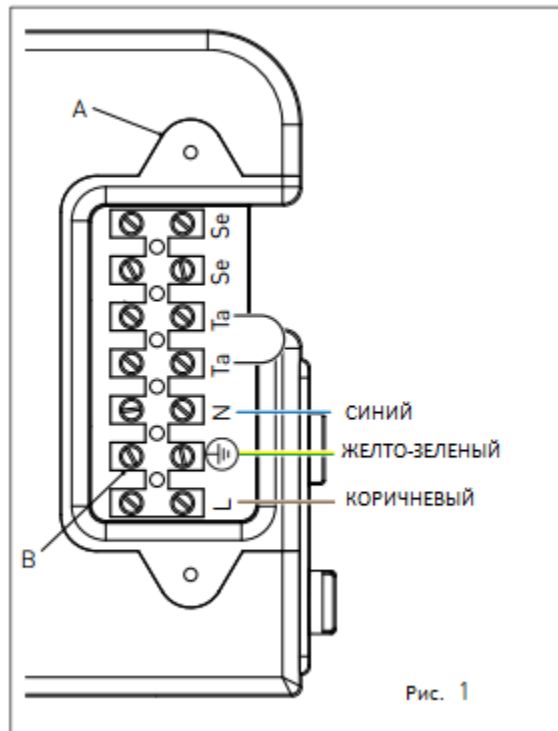

Рис. 1
- > Ослабьте два винта и снимите панель A (см. рис. 1).
- > После этого подсоедините кабели к клеммной коробке B (см. рис. 1):